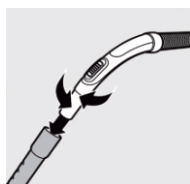

Рис. 3
- Щоб приєднати трубку до рукоятки шланга, вставте вузьку секцію в ширшу і трохи поверніть її (рис. 3).